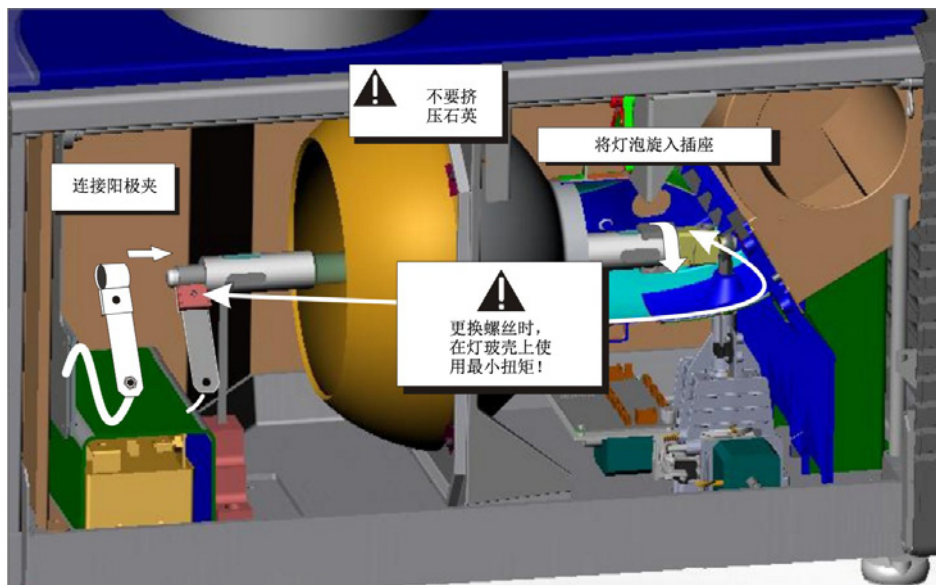

图 4-2 安装新灯泡
- c. 将灯泡有螺纹的阴极 (-) 端插入位于灯泡室后侧的负极灯泡接头螺母中。（图 4-2）用双手将此端拧入螺纹螺母中并用手拧紧。当心！1) 只能拿住灯泡的阴极 / 阳极端轴，决不能拿住玻璃。不要过度拧紧。不要以任何方式对玻璃施加压力。2) 检查导线。确保灯泡和启动器之间的阳极 (+) 导线远离数字电影放映机的任何金属部分，例如反射器或防火墙。
- d. 将灯泡的阳极 (+) 放在阳极叉架上，并将正极灯泡接头滑到灯泡端上。(图 4-2) 使用 5 毫米艾伦内六角扳手与阳极夹一起挤压，确保不在灯泡石英管上施加任何扭矩。**重要须知！**对于 CDXL-30SD 灯泡，当灯泡安装在 14 毫米的螺纹内并拧紧紧固螺丝后，确保灯泡阳极端的“扁平”部分（如适用）面向 10 点钟或 2 点钟位置。对于所有其他类型的灯泡，保持灯泡阳极端的“扁平”部分朝上。**警告！**爆炸危险 - 不要对灯泡的阳极端施加扭矩。